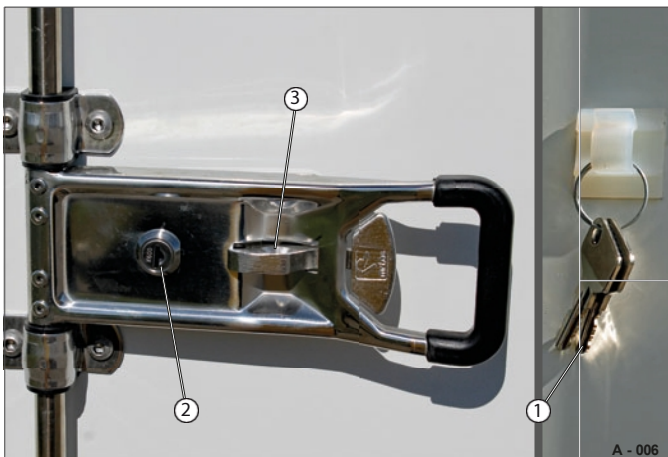

Fig. 6 Espagnolettlås (låst)
De medfølgende nøklene (fig. 6/1) er plassert på baksiden av karosseriet.
Alternativt kan espagnolettlåsen låses med en hengelås i perforeringen (fig. 6/3) for å hindre uautorisert åpning.
- Lås opp låssylinderen (fig. 6/2) ved hjelp av en nøkkel.
Låsekrokene (fig. 6/1) går ut fra låseboltene (fig. 6/2) øverst og nederst.